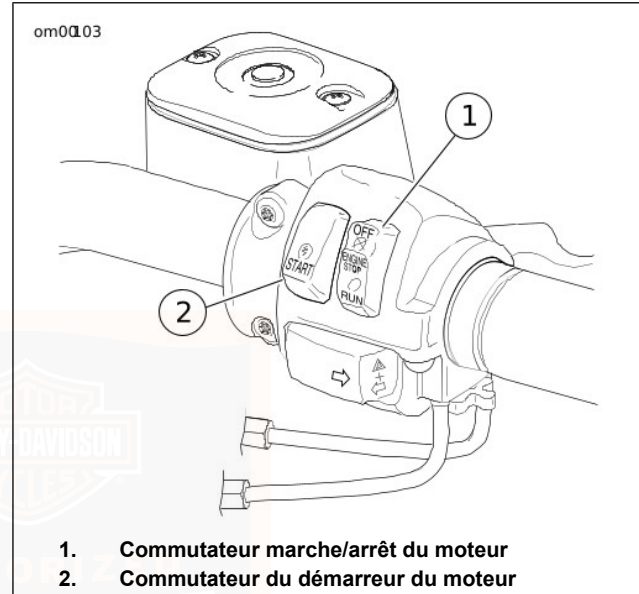

Figure 23. Commandes sur la droite du guidon
2. Voir Figure 23. Mettre le commutateur marche/arrêt en position MARCHE.